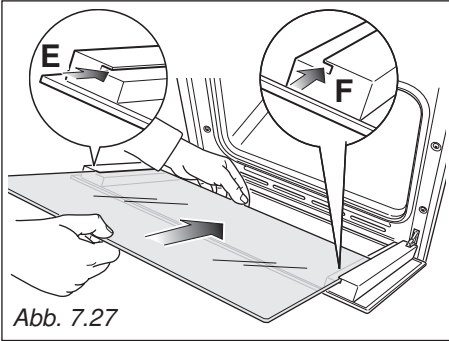
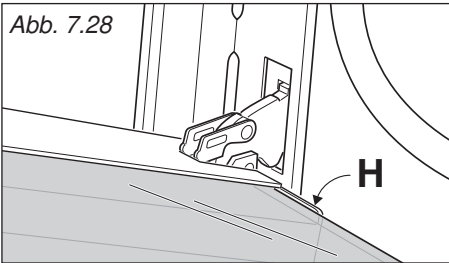

Abb. 7.27
Abb. 7.28
- Das Glas in die Schienen "E" und "F" stecken (Abb. 7.27) und vorsichtig bis zum Anschlag "H" hineinschieben (Abb. 7.28).